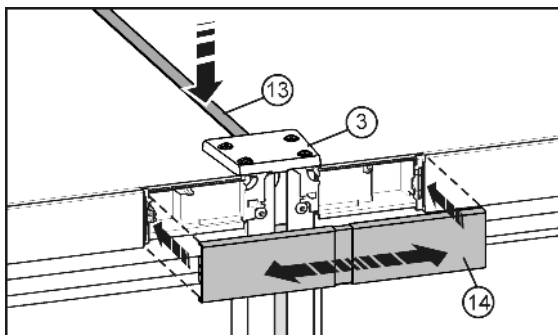

Fig. 10
- ▶ Na zgornji strani potisnite kratko letev *Fig. 10 (13)* v režo. Na sprednjem robu se mora letev poravnati s povezovalno ploščo *Fig. 10 (3)*.
- ▶ Pokrov *Fig. 10 (14)* zapnite na še odprt vmesni prostor obeh obrob elementa za upravljanje. Pazite pri tem, da se bodo zunanje strani pokrova lepo zlile z obema stranema. Pokrov lahko v ta namen izvlečete.